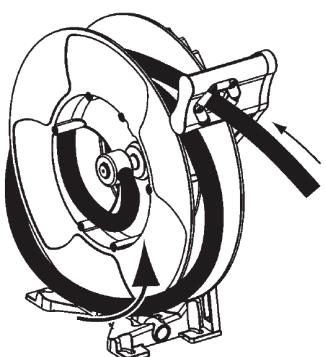

Fig.13
2. Wind the hanging hose into the reel (Fig. 13).
2. Insérer le flexible sur un tour à l'intérieur du tambour par une flasque de l'enrouleur (Fig. 13).